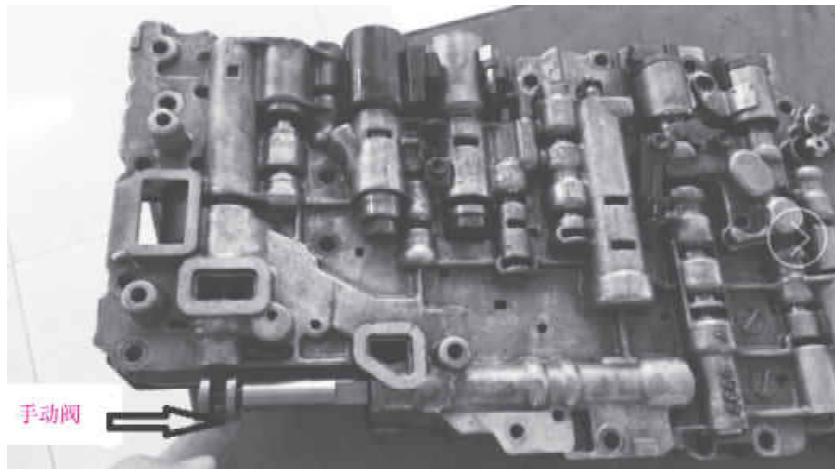

图 3-21 拆下手动阀
- (1) 拆下带爪弹簧和弹簧片。
- (2) 拆下手动阀,如图 3-21 所示。